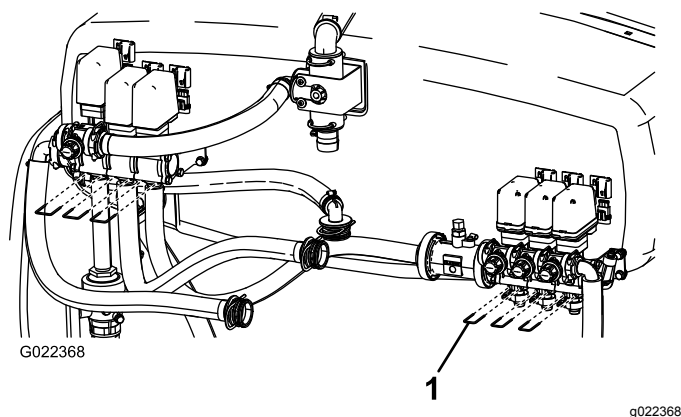

Figura 50
- B. Retire os 3 eixos que prendem os encaixes da válvula ao conjunto da válvula (Figura 50).
Nota: Certifique-se de que conta com as molas na válvula (Figura 50).